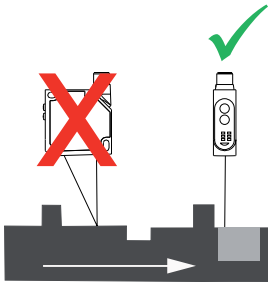

Fig. 7 Mouvement linéaire
- L'objet doit se déplacer en diagonale par rapport à la platine avant du capteur (Fig. 7+8).